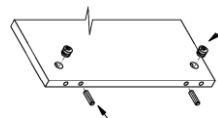

Рис.1
2. Оснастить детали стола поз. № 2,3,4,7, 8, 9 и 19 стяжками эксцентриковыми и шкантами (Рис.1).
1. Оснастить детали ящика №16,16' и 15 шкантами деревянными, вставив их в просверленные отверстия соответствующего диаметра в торцах деталей, оставляя над поверхностью не более 12 мм шканта (Рис.1). **Внимание! Категорически запрещается забивать шканты в пласт фасада!**